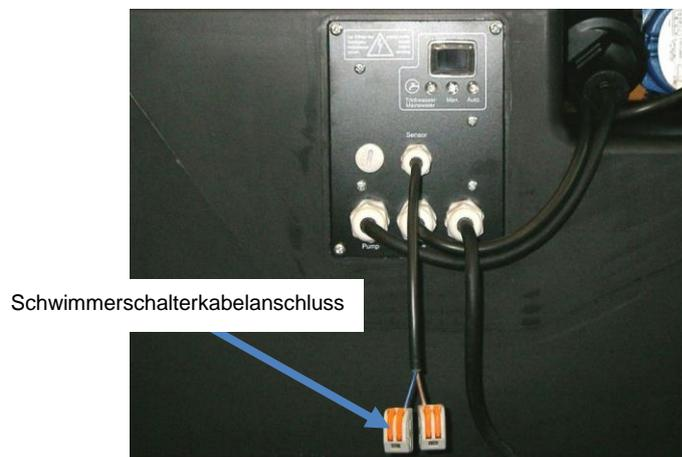

Abbildung 15: Schwimmerschalterkabelanschluss
2. Je eine, der beiden schwarzen und blauen abisolierten Enden des Kabels in eine WAGO-Klemme einführen, siehe Abbildung 15.